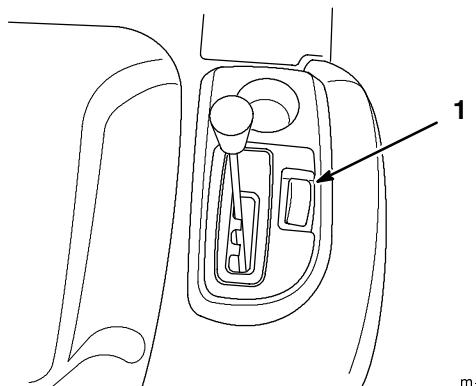

Abbildung 23
Beim Fahrtregler handelt es sich um einen Schalter (Abb. 23) am rechten Kotflügel, durch den eine bestimmte Radantriebsposition ohne Pedaldruck beibehalten wird. Der Fahrtregler funktioniert nur bei Vorwärtsfahrt.
1. Den Traktor anfahren. Siehe "Vorwärts- und Rückwärtsfahrt", Seite 24. Den Fuß auf das Radantriebspedal gedrückt halten und den Fahrtreglerschalter (Abb. 23) auf Position "SET" schieben. Dadurch wird der Radantrieb in der